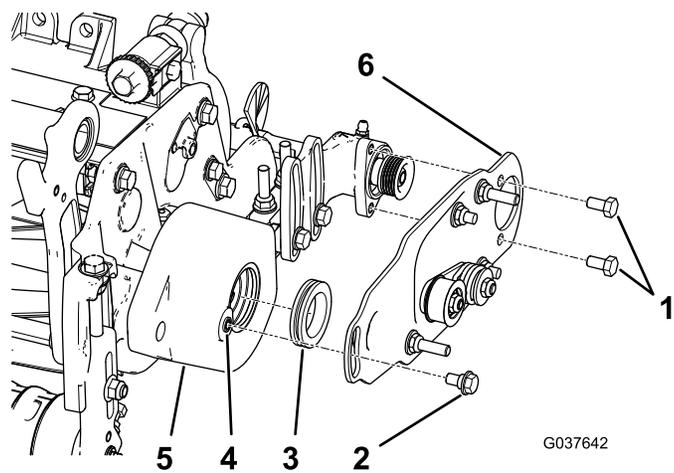

Рисунок 11
- Нанесите слой консистентной смазки по внутреннему диаметру втулки в корпусе щетки катка (Рисунок 11).
- Установите левую или правую пластину щетки катка (Рисунок 11).
- Нанесите стопорящий состав для резьбы на два болта (5/16 x 1/2 дюйма) и используйте эти болты для установки пластины щетки на корпус подшипника щетки катка (Рисунок 11).
- Удалите любые остатки краски с резьбы корпуса щетки катка, используя метчик на 5/16–18, прежде чем заворачивать болт с буртиком (Рисунок 11).
- Нанесите стопорящий состав для резьбы на болт с буртиком (Рисунок 11).
- Прикрепите пластину щетки к корпусу щетки катка с помощью болта с буртиком (Рисунок 11).